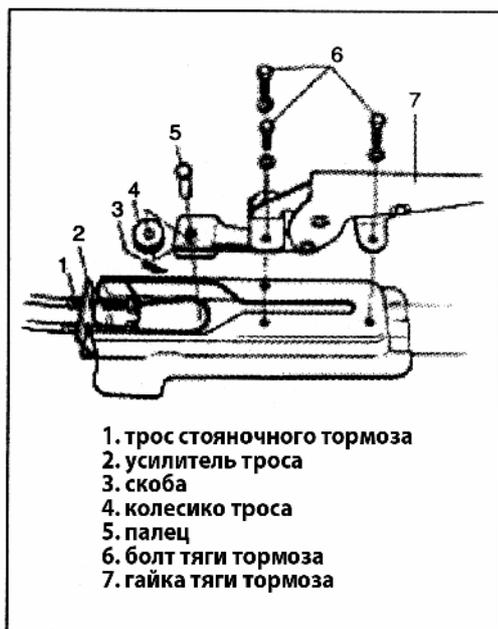

Рис. 631
- 5) Снимите хомут пальца и колесико троса с ручки управления тормозом (Рис. 631). Затем снимите тягу троса стояночного тормоза.